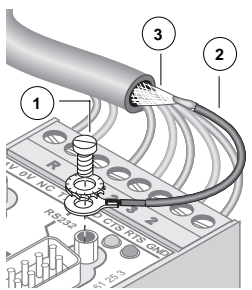

Fig.7
• **Screw terminal block (COMBICON)** (Fig. 7)
Electrically connect the free end of the connection cable ② with the shield of the data cable ③ (e.g. by soldering, clamping) according to Fig. 7.
• **Connecteur MINICONNEC** (Fig. 7)
Re liez l'extrémité libre du câble de liaison ② électriquement au blindage du câble de données ③ (soudage, serrage etc.) selon la figure 7.
• **Borne de tornillo (COMBICON)** (fig. 7)